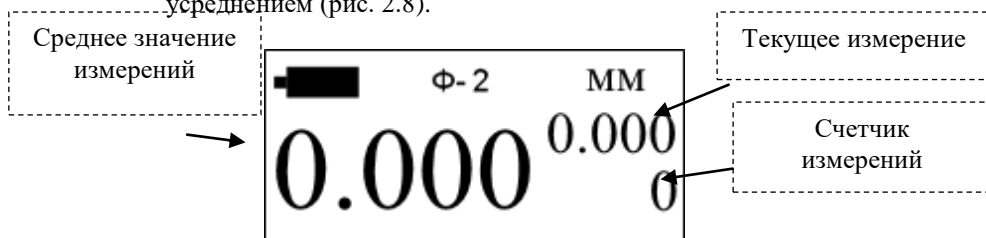

Рисунок 2.8 – Графический индикатор прибора в режим измерения с усреднением
2. Графический индикатор прибора переходит в режим измерения с усреднением (рис. 2.8).